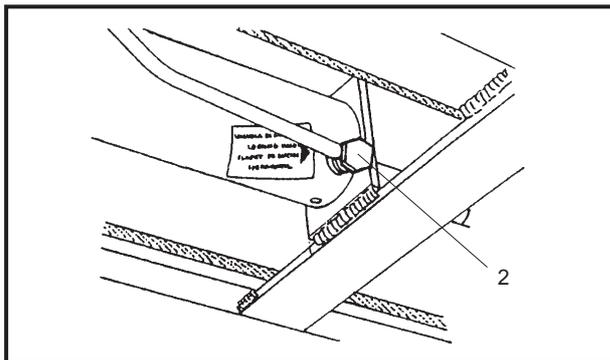

Fig.24 Valvola blocco cilindro
- In caso di rottura di uno o più tubi dell'impianto oleodinamico interviene una valvola di blocco sul cilindro (Pos.2, Fig.24).